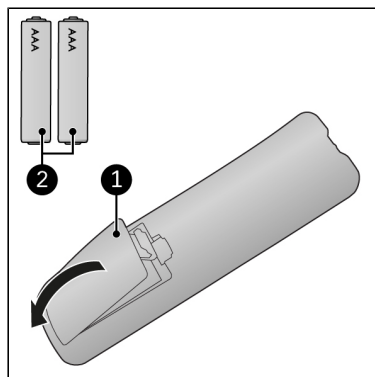

Figure 66.
1. Retirez le couvercle (Figure 66, pos. 1).
3. Insérez deux piles (AAA 1,5 V) (Figure 66, pos. 2) comme indiqué dans le compartiment. Veillez à insérer les piles correctement.